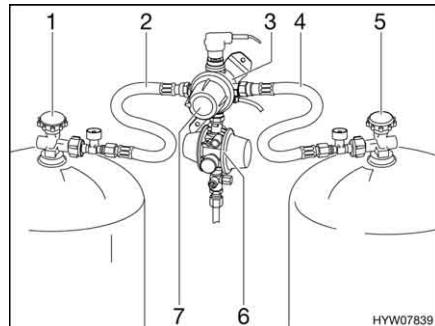
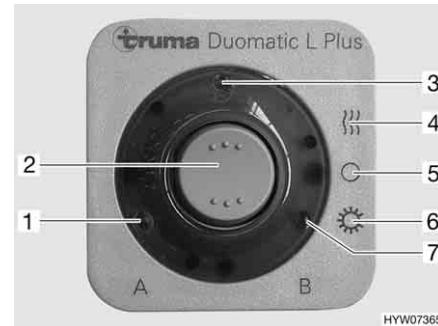

Fig. 88 Impianto di commutazione DuoComfort
Fig. 89 Centralina di controllo
L'impianto di commutazione DuoComfort è costituito da una valvola di commutazione (Fig. 88,3) e da una centralina di controllo (Fig. 89). Il regolatore centrale è montato tra il regolatore di pressione del gas (Fig. 88,6) e i tubi del gas (Fig. 88,2 e 4). Con la manopola (Fig. 88,7) sulla valvola di commutazione è possibile stabilire, quale delle bombole del gas viene utilizzata come bombola in uso e quale bombola del gas viene utilizzata come bombola di riserva.
Sulla centralina di controllo (Fig. 89) possono venire azionate solo le funzioni elettriche. Le valvole principali di arresto delle bombole del gas (Fig. 88,1 e 5) devono essere aperti manualmente.
- Aprire le valvole principali di arresto delle bombole del gas (Fig. 88,1 e 5).
- Con la manopola (Fig. 88,7) sul regolatore (Fig. 88,3) selezionare la bombola del gas, da cui proviene la principale alimentazione del gas (bombola in uso). Girare la manopola fino all'arresto.
- Sulla centralina di controllo (Fig. 89) attivare l'impianto di commutazione DuoComfort. Posizionare l'interruttore a bilico (Fig. 89,2) su funzionamento invernale "On e riscaldamento" (Fig. 89,4) oppure su funzionamento estivo "On" (Fig. 89,6). La valvola di commutazione è ora disareata. L'indicazione di funzionamento (Fig. 89,3) si accende.
- Portare l'interruttore a bilico (Fig. 89,2) in posizione "O" (Fig. 89,5). L'indicazione di funzionamento (Fig. 89,3) si spegne.
- Chiudere le valvole principali di arresto delle bombole del gas (Fig. 88,1 e 5).
Le spie di controllo sulla centralina di controllo (Fig. 89,1 e 7) segnalano all'interno del veicolo, se le bombole del gas sono pronte al funzionamento.